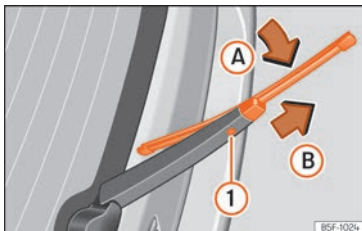

Abb. 81 Scheibenwischerblatt der Heckscheibe auswechseln.
- Scheibenwischerblatt oben in Richtung Scheibenwischerarm » » **Abb. 81** (Pfeil **A**) klappen.
- Entriegelungstaste » » **Abb. 81** **1** gedrückt halten und gleichzeitig das Scheibenwischerblatt in Pfeilrichtung **B** abziehen. Dies ist wahrscheinlich mit einem größeren Kraftaufwand verbunden.
- Neues Scheibenwischerblatt **gleicher Länge und Ausführung** auf den Scheibenwischerarm entgegen der Pfeilrichtung » » **Abb. 81** **B** schieben, bis es einrastet. Dabei muss sich das Scheibenwischerblatt in abgeklappter Position (Pfeil **A**) befinden.